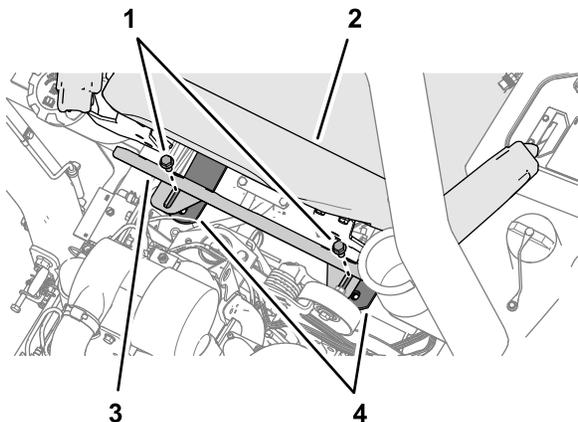

图2
1. 在操作员座椅背后卸下固定隔热罩和座椅箍带十字管的 2 个凸缘头平头螺丝然后取下隔热罩图2。